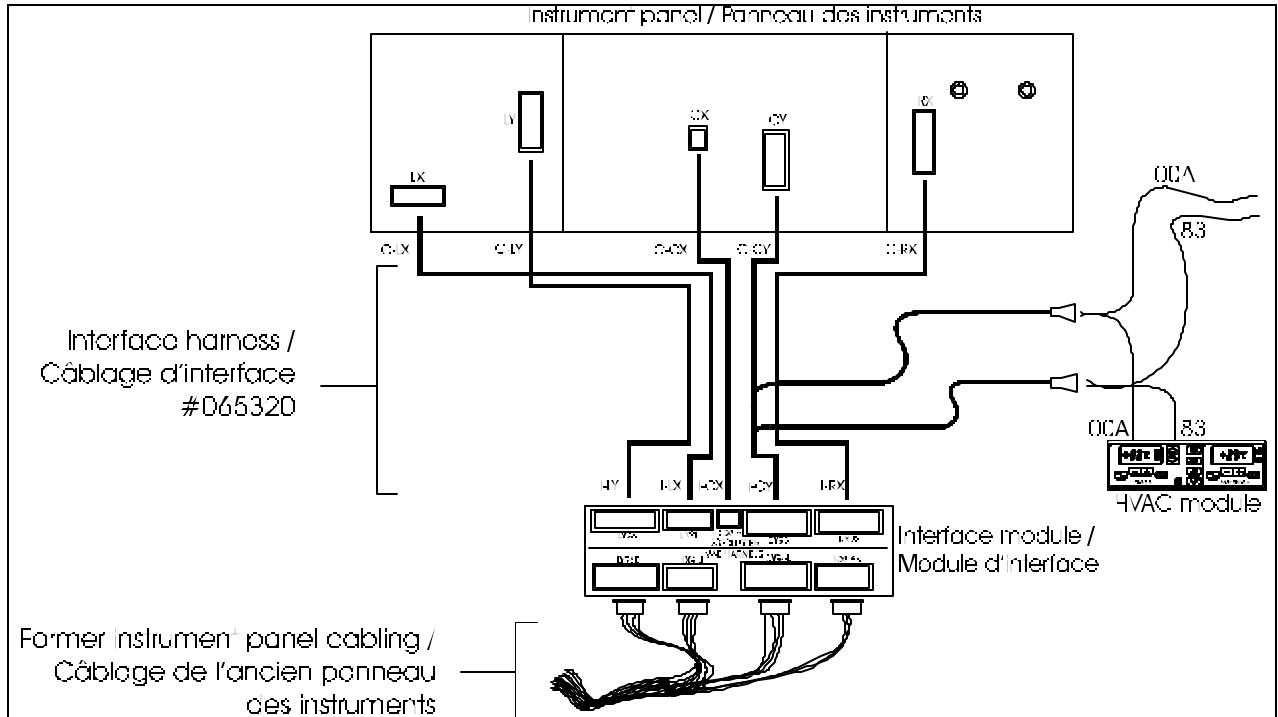

FIGURE 5 : CONNEXIONS ÉLECTRIQUES
2. Brancher les connecteurs C-LX, C-LY, C-CX, C-CY & C-RX du câblage d'interface (Prévost #065320) aux positions LX, LY, CX, CY & RX du tableau des instruments (figure 5).
1. Brancher les connecteurs I-LY, ILX, ICX, ICY & IRX du câblage d'interface (Prévost #065320) aux positions LY98, LX98, CX98, CY98 & RX98 du module d'interface (Prévost #563048) (figure 5).
2. Brancher les connecteurs du câblage de l'ancien panneau des instruments aux positions LY96B, LX96B, CY96B, RX96B du module d'interface (figure 5).
3. Prendre le circuit 83 du câblage d'interface (Prévost #065320) et faire un joint en Y avec le circuit 83. Sertir dans l'épissure en about (figure 5).
4. Prendre le circuit de mise à la masse 00A du câblage d'interface et faire un joint en Y avec le circuit 00A. Sertir dans l'épissure en about (figure 5).